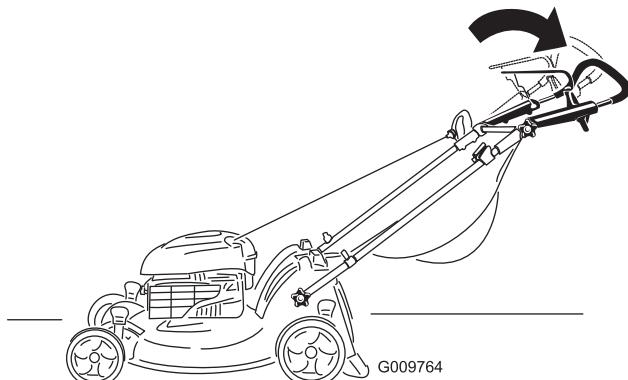

Figure 19
- Placez la partie supérieure du guidon à la position voulue (Figure 19).
- Serrez fermement le bouton de la partie supérieure du guidon (Figure 19).